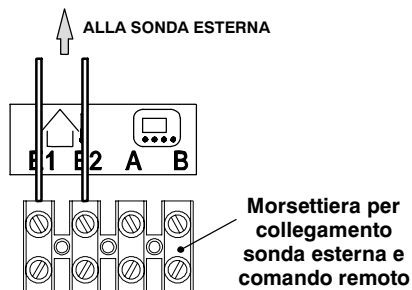

Figura 5.34
- Collegare ai morsetti **E1** e **E2** della morsetteria i due conduttori elettrici come indicato in Figura 5.34.